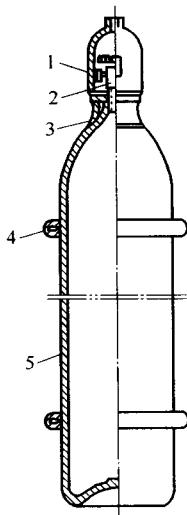

图 1-5 氧气瓶的构造
① 瓶体。它是用合金钢经热挤压而制造成的圆形无缝容器。瓶体外表面涂天蓝色油漆，并用黑色漆写上氧气二字。氧气瓶的构造如图1-5所示。
② 瓶阀。是控制瓶内氧气进出的阀门。目前主要采